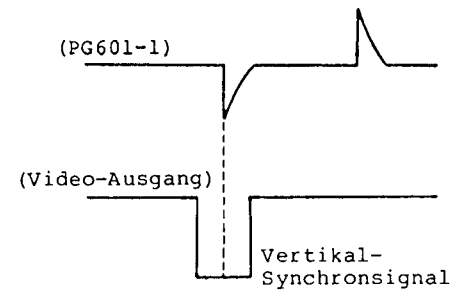

Abb. 4-105
- 2) Spurlagen-Voreinstellung (Abb. 4-105, 4-151, 4-153)